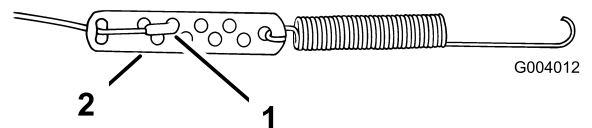

Bild 14
6. Haken Sie das Z-Teil aus der Zugeinstellung aus und setzen Sie es in das entsprechende Loch ein, um den korrekten Abstand von 2 bis 3 mm zwischen dem Schaltbügel und dem Griff zu erhalten (Bild 14).